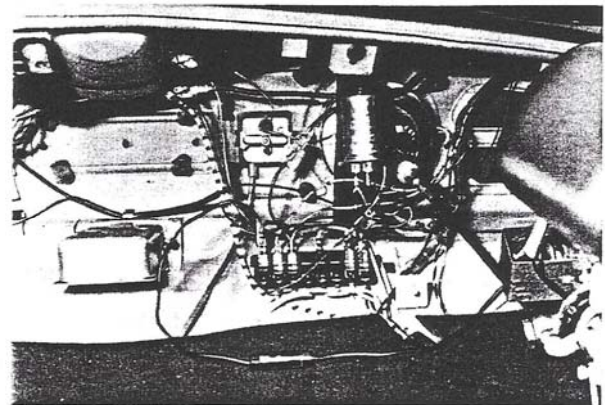

Bild 8
10. Pluskabel des Gerätes (Hauptplus) am Steckverbinder mit dem beigelegten Steckverteiler anschließen (Bild 8 und Schaltplan).